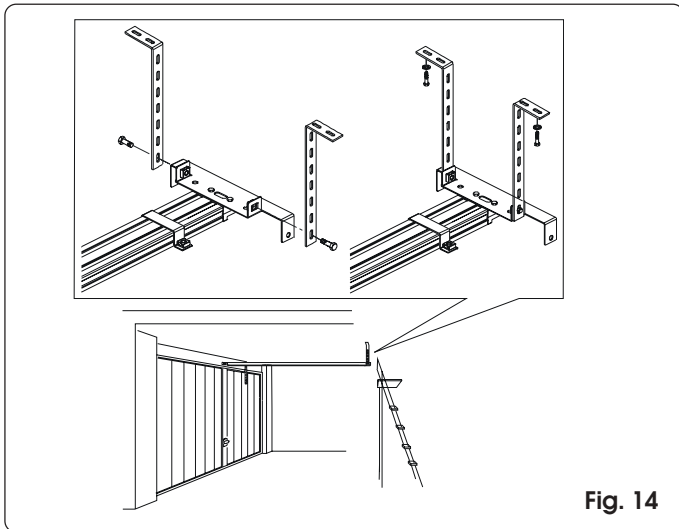

Fig. 14
- 11) Monter les pattes sur l'attache arrière et repositionner le rail (fig. 14).
- 12) Marquer les points de fixation au plafond et percer (en veillant à protéger le rail), puis poser l'équerre de fixation avant de l'opérateur (fig. 9 réf. C et fig. 14) et terminer l'installation du rail.